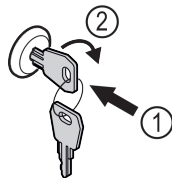

Fig. 132
- ▶ Dugja be a kulcsot Fig. 132 (1).
- ▶ Forgassa el a kulcsot 90°-kal az óramutató járásával megegyező irányba Fig. 132 (2).